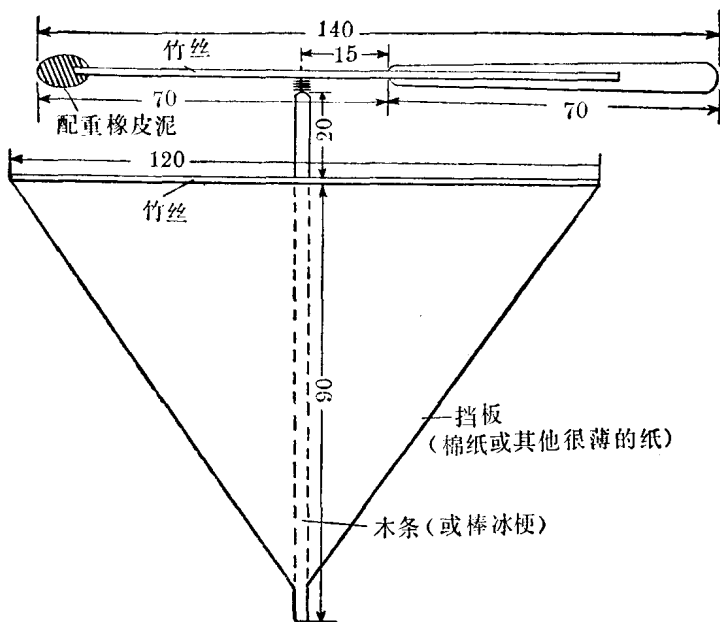

图 3
3. 挡板:把竹丝按图3所示的位置扎在机身上。在这竹丝的两端扎上两根细线,把这两根细线的另一端都扎在机身上,成一▽形。在竹丝和细线上都涂上胶水,将棉纸粘在上面,等干后沿棉线和竹丝剪成一▽形挡板(图3)。